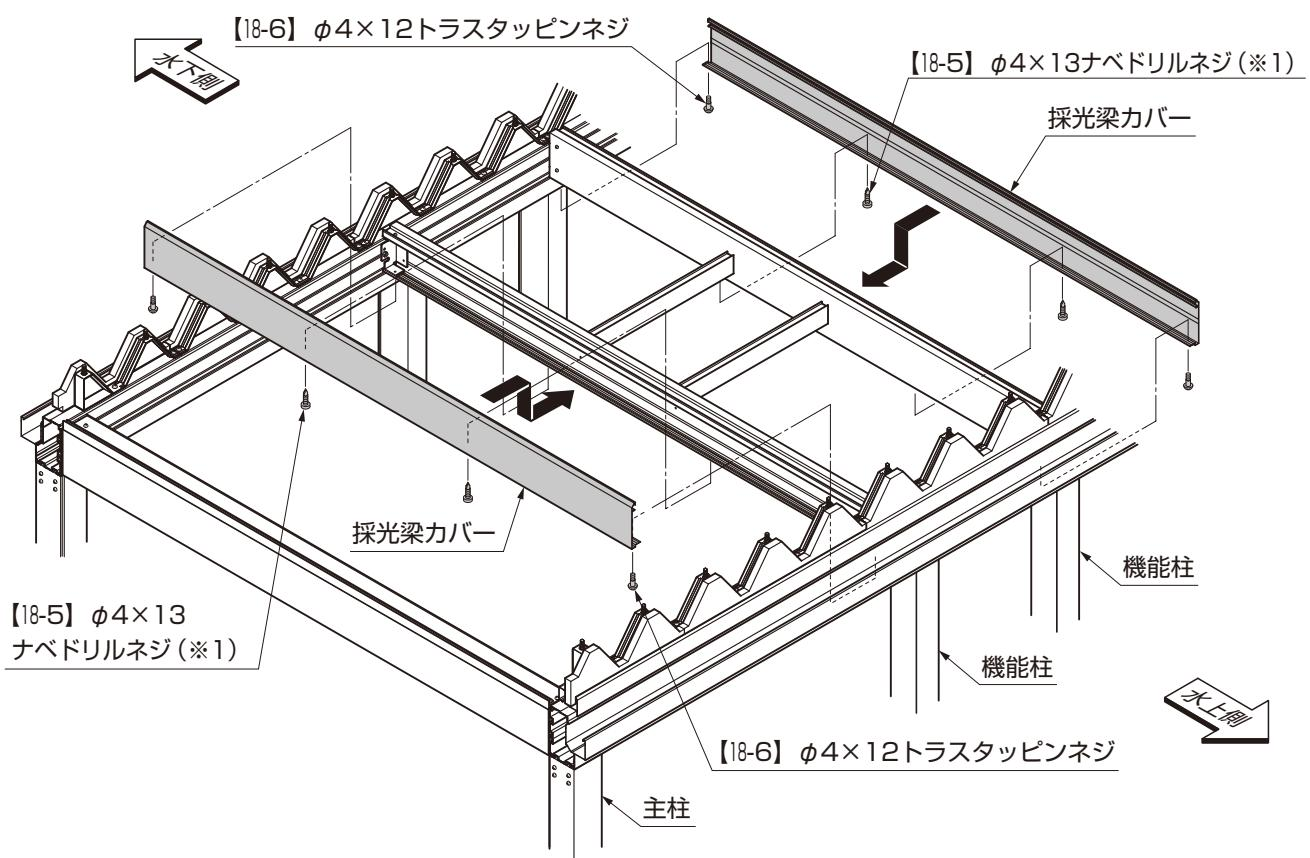

図14-5
- ②組付けた採光梁を【18-5】で組付けてください。（図14-5参照）